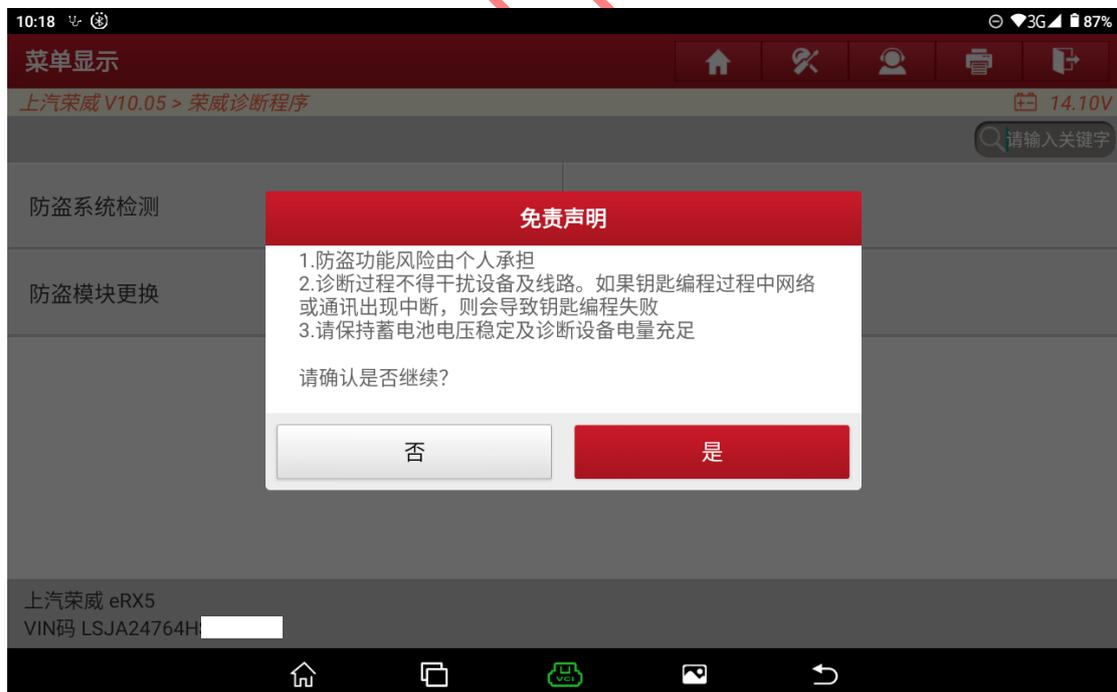
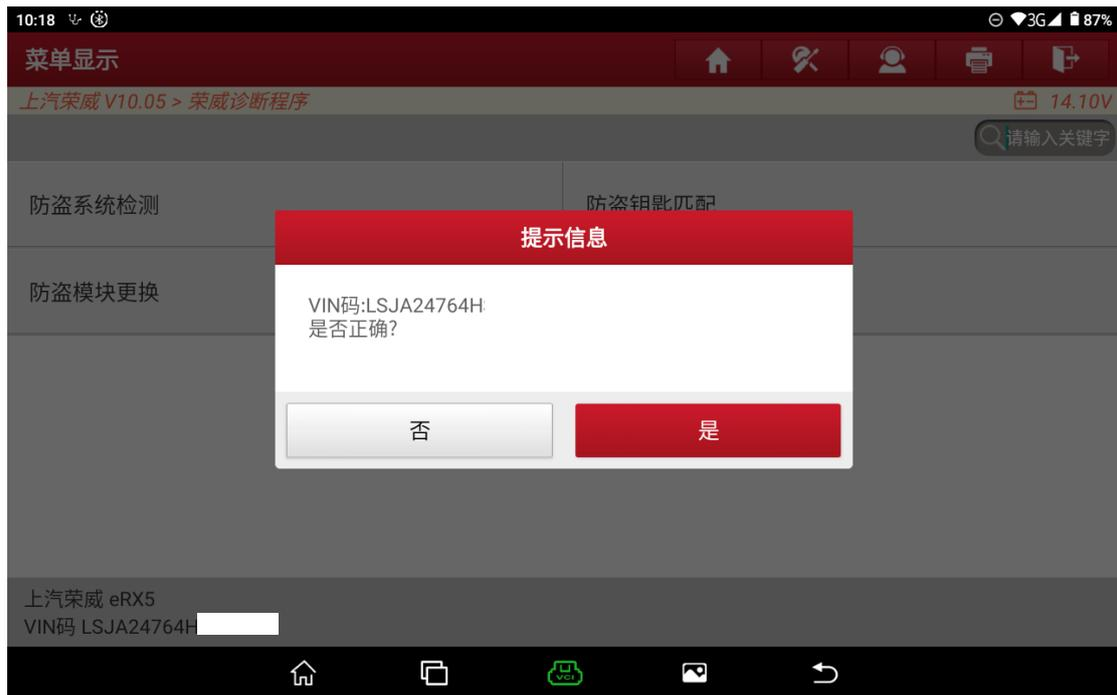

图 A2
图 A3
2. 确认车辆 VIN 码是否正确，“否”需要手动输入正确的 VIN 码，“是”则下一步（图 A2、图 A3）。